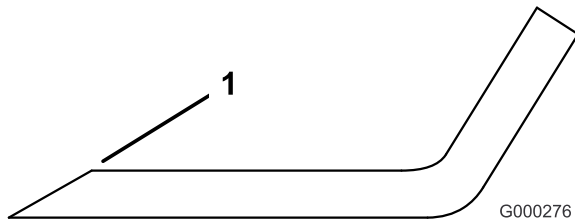

Figure 101
1. Au moyen d'une lime, aiguissez les tranchants aux deux extrémités de la lame (Figure 101). Veillez à conserver l'angle de coupe d'origine. Limez la même quantité de métal sur chacun des deux tranchants pour ne pas déséquilibrer la lame.